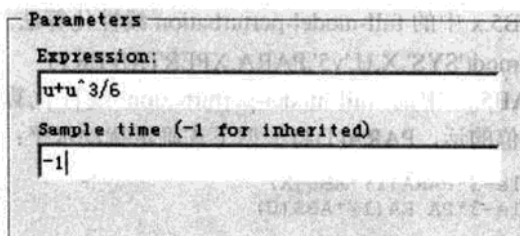

图 10.6 模块 Fcn 模块设置
- 其中模块 Fcn 设置：Expression: $u+u^3/6$ ，如图 10.6 所示。